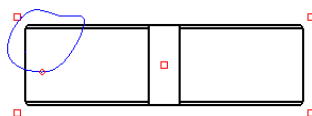

图 3.8.18 定义外部边界
(2) 在系统  在“当前视图上草绘样条来定义外部边界。”的提示下, 直接绘制图 3.8.18 所示的样条线来定义外部边界。当绘制到封闭时, 单击中键结束绘制 (在绘制边界线前, 不要选择样条线的绘制命令, 可直接单击进行绘制)。